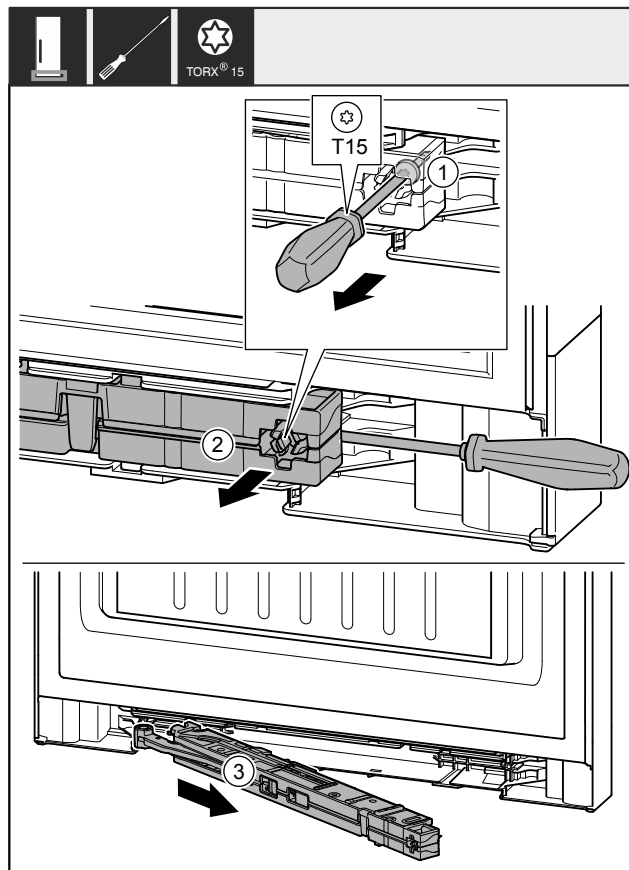

Fig. 12
- Allentare la vite Fig. 12 (1) sull'unità ammortizzatore di chiusura di ca. 14 mm.
- Estrarre l'unità ammortizzatore di chiusura Fig. 12 (2) dal lato della maniglia facendo leva in avanti con un cacciavite.
- Estrarre l'unità ammortizzatore di chiusura Fig. 12 (3).